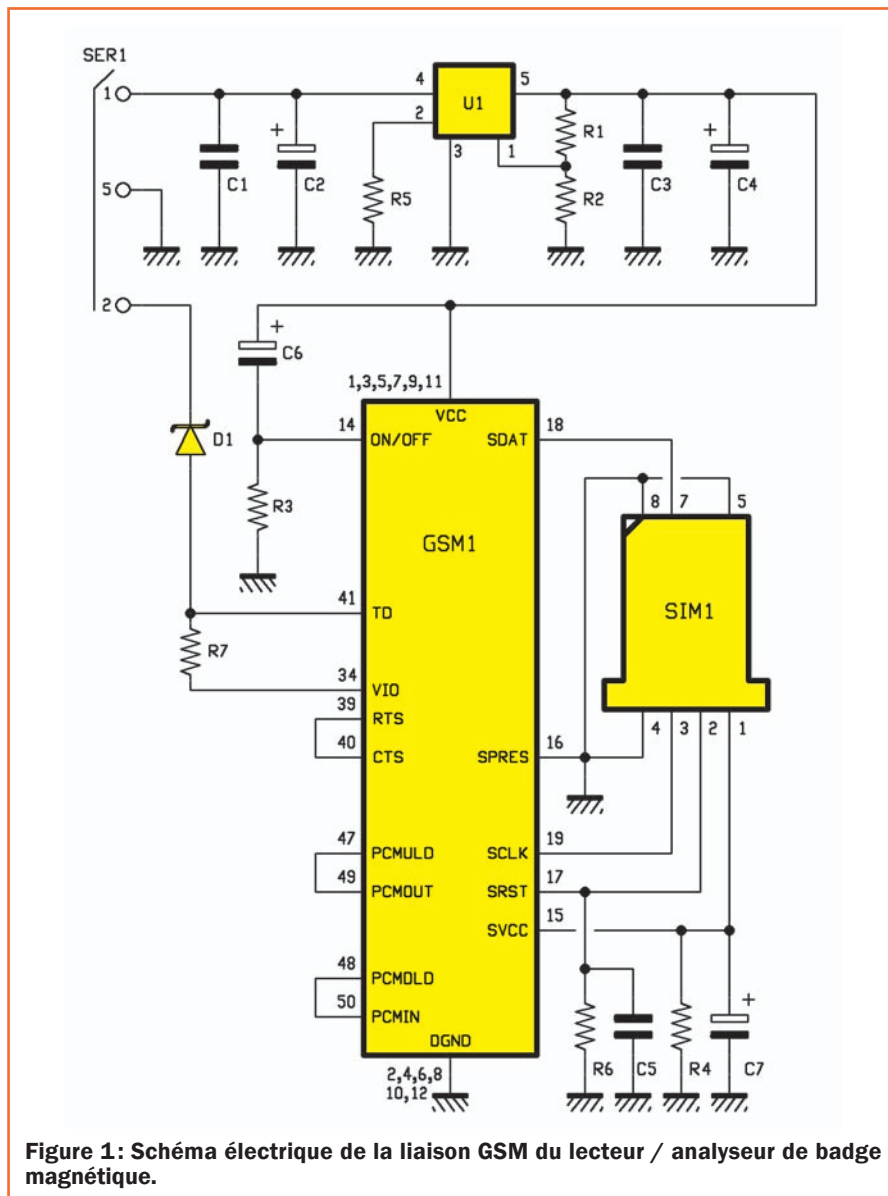

Figure 1: Schéma électrique de la liaison GSM du lecteur / analyseur de badge magnétique.
**N**ous continuons la description du projet en analysant dans cette seconde partie la section GSM (figures 1 à 3), qui permet de rendre complètement autonome notre lecteur de cartes magnétiques et le programme résident du microcontrôleur, dont nous présentons les principales routines (comme d'habitude les "listings" sont sur le site de la revue).
Comme le montre le schéma électrique de la figure 1, le circuit GSM s'interface à la platine de base au moyen des trois lignes de liaison présentes dans un connecteur série DB9, en particulier les broches 1 et 5, utilisées pour acheminer l'alimentation et la 2 pour la communication avec le microcontrôleur.